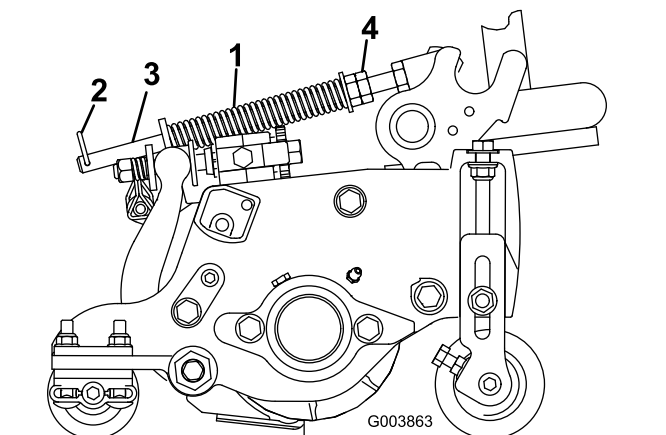

Figura 87
A mola de compensação de relva transfere peso do cilindro dianteiro para o cilindro traseiro (Figura 87). Isto ajuda a reduzir o efeito ondulado na relva, também conhecido como ondulação ou “bobbing”.
1. Certifique-se de que o pino de perno de gancho está instalado no orifício traseiro na haste da mola (Figura 87).
2. Aperte as porcas sextavadas na extremidade dianteira da haste da mola até que o comprimento comprimido da mola seja 12,7 cm nas unidades de corte de 12,7 cm, ou 15,9 cm nas unidades de corte de 17,8 cm (Figura 87).